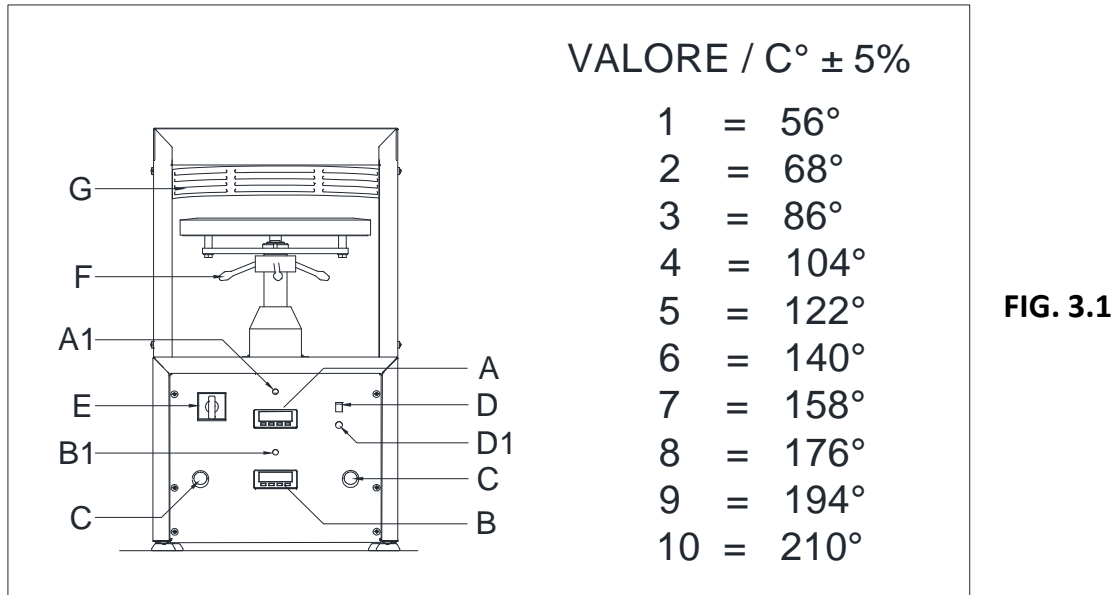
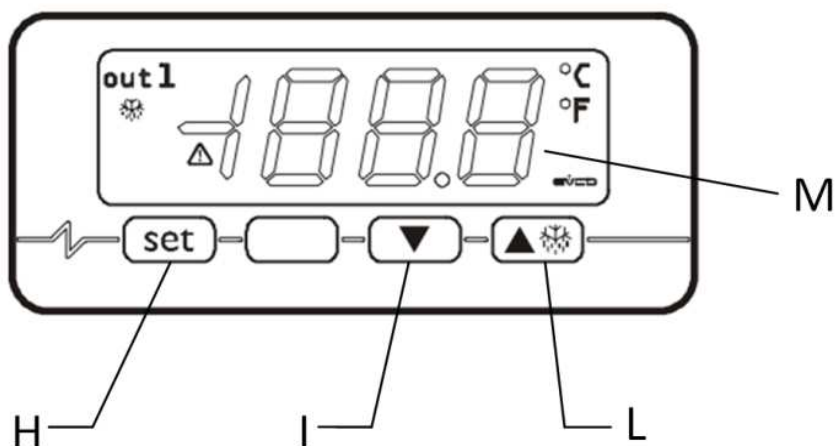

FIG. 3.1
FIG.3.2
La machine est composée des suivants dispositifs de sécurité (FIG. 3.1):
- Avec la Machine en marche, lever la grille de protection (Pos G-FIG.3.1). Le plateau inférieure descend et retourne dans sa position de départ.
- 2. Tourner la poignée de l'interrupteur E (FIG. 3.1) en position "1" .**
- les écrans des thermorégulateurs A et B (Fig.3.1) s'allument et visualise la température réelle des plateaux inférieur et supérieure
- les signalisations A1 et B1 s'allument (Fig.3.1) indiquent respectivement l'activation des résistances électrique disposées a l'intérieur des disques lesquelles par effet thermique commences la phase de réchauffement
Pour régler la température du plat supérieure appuyer sur le bouton H (FIG. 3.2) du thermorégulateur A (FIG. 3.1). Régler la température désirée du plateau supérieur en agissant sur les boutons I et L respectivement pour augmenter ou diminuer le température; appuyer de nouveau sur le bouton H pour confirmer la température choisie.